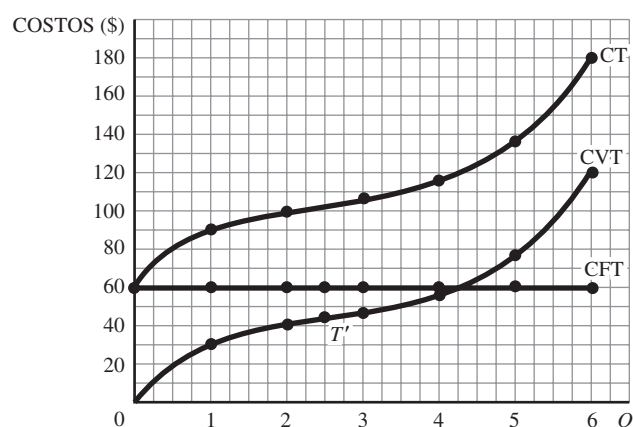
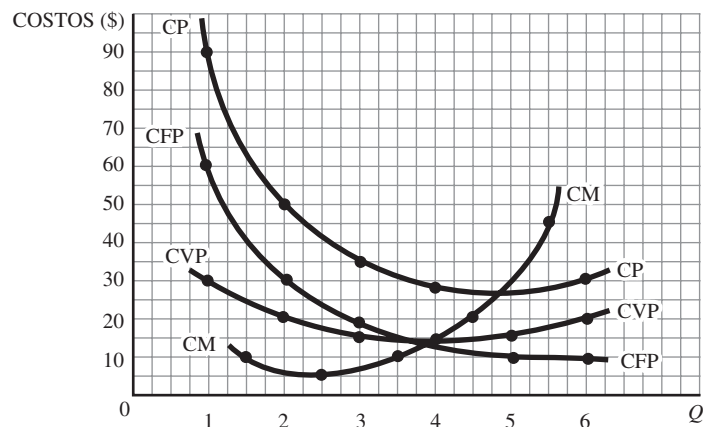

Figura 7-1
Figura 7-2
EJEMPLO 1 La tabla 7.1 presenta valores hipotéticos de los CFT, CVT y CT. Éstos se graficaron en la figura 7-1.
Con base en la tabla 7.1 se observa que los CFT son \$60 con cualquier nivel de producción. Eso se refleja en la figura 7-1 en una curva CFT paralela al eje de las cantidades (Q) y \$60 por arriba de él. Los CVT son cero cuando la producción es cero y aumentan según ésta se incrementa. La forma específica de la curva CVT se obtiene directamente de la ley de los rendimientos decrecientes. Hasta T' (el punto de inflexión), la empresa utiliza una cantidad tan pequeña de insumos variables junto con los fijos que la ley de los rendimientos decrecientes aún no opera. Por eso, la curva CVT es cóncava descendente y los CVT aumentan a una tasa decreciente. Esta ley comienza a operar en T' , por lo que a la derecha de ese punto la misma curva es cóncava ascendente y los CVT aumentan a una tasa creciente. En cualquier nivel de producción, CT es igual a CFT más CVT. Por tanto, la curva CT tiene la misma forma que la CVT pero en todas partes se encuentra \$60 por arriba de ella.
Los valores de CFP, CVP, CP y CM de la tabla 7.2 se grafican en la figura 7-2. Observe que los valores del CM [columnas (8) y (1)] en la tabla 7.2] se grafican en el punto medio de los niveles sucesivos de producción en la figura 7-2. Observe también que mientras la curva del CFP baja de manera continua a medida que aumenta la producción, las curvas CVP, CP y CM tienen forma de U. El trazo del CM alcanza su punto más bajo en un nivel de producción inferior a las curvas CVP o CP. Igualmente, el segmento ascendente de la curva CM corta las de CVP y CP en sus puntos más bajos.
EJEMPLO 3 En las figuras 7-3a) y b) se observa cómo las curvas CFP, CVP, CP y CM de la figura 7-2 se obtienen geométricamente a partir de las curvas CFT, CVT y CT de la figura 7-1.